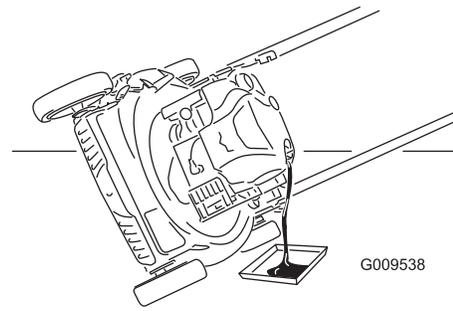

Figura 24
4. Coloque la máquina de lado con la varilla de aceite hacia abajo para drenar el aceite usado a través del tubo de llenado de aceite (Figura 24).